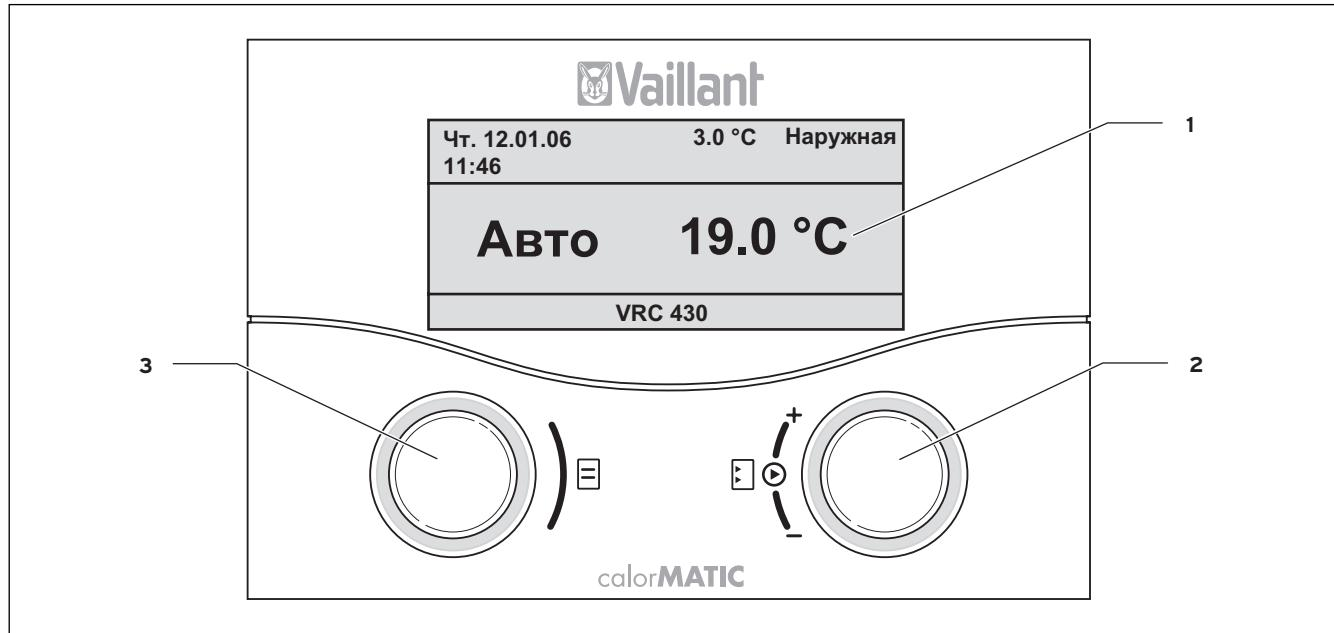

Рис. 4.1 Обзор панели управления и индикации
Рис. 4.1 показывает на дисплее упрощенный режим основной индикации. Упрощенный режим индикации предоставляет следующую информацию:
- Упрощенный режим основной индикации (рис. 4.1)
Оба задатчика (рис. 4.1 поз. 2 и 3) работают по принципу Vaillant „Поверни и нажми”.